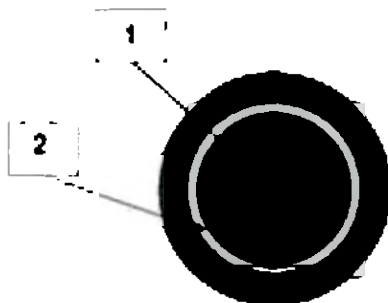

Рисунок 3.18 – Пульт ручного управления компрессией
- 1) Нажмите кнопку 1 (Рисунок 3.18) для активации функции, индикатор состояния 2 начнет мигать.
- 2) Поворачивая регулятор 1 (Рисунок 3.18), установите максимальную силу компрессии, контролируя устанавливаемое значение на дисплее МПУ (поле 5 Рисунок 2.5).